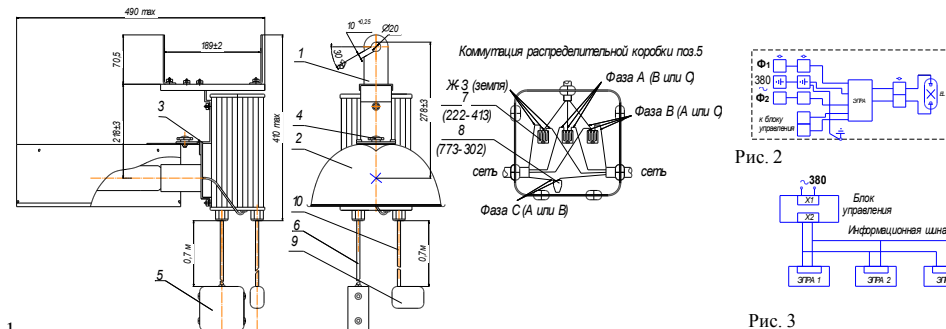

Рис. 1
1.1 Светильник ЖСП38ТЭк-750-002У5 (рис.1) предназначен для досветки растений и светокультур в вегетационно-климатических сооружениях.
8.1. Подвесить светильник за узел подвеса (1), установить отражатель (2) на скобу корпуса светильника (3), при этом винт (4) на отражателе вывернуть на 3/4, завести отражатель под скобу и закрепить винтом. Установить распределительную «сетевую» коробку (5) в разрыв шлейфа питания сети, распределительную коробку «управления» (9) в разрыв шлейфа информационной линии регулирования мощности. Произвести коммутацию сети с сетевым шнуром (6), информационную линию со шнуром управления (10) светильника при помощи соединительных клемм (7,8) (см. рис.1), при этом соединительные шнуры светильника закрепить кабельными хомутами, чтобы исключить возможность их выдергивания из распределительных коробок и скручивания, вернуть лампу.
9.1 1 Светильник эксплуатируется с креплением подвеса «Т» (1) на трос (рис.1).